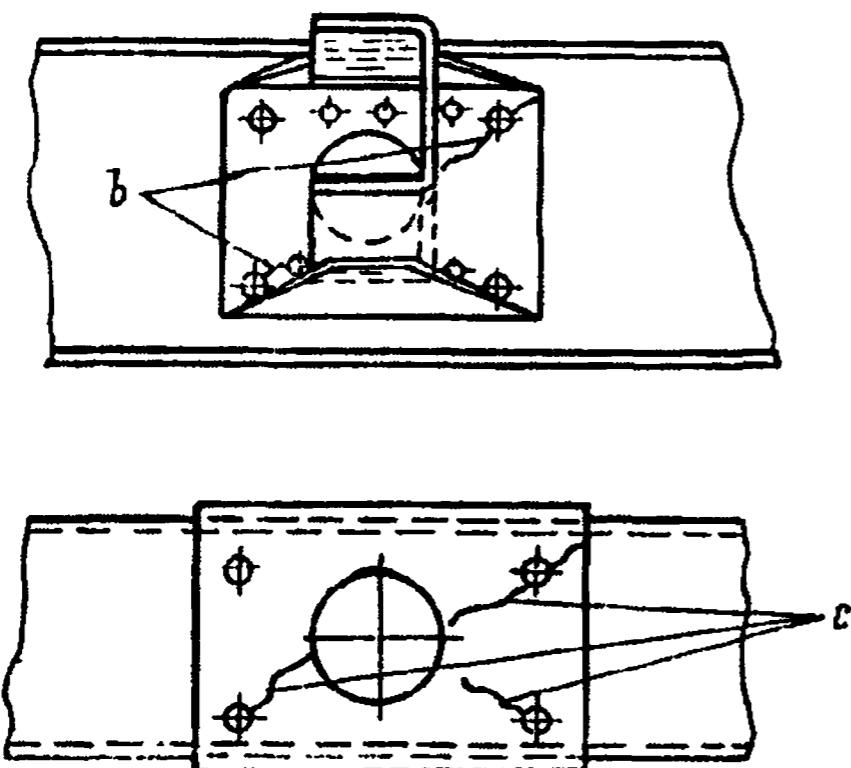

Рис. 366. Расположение возможных трещин на лонжеронах рамы:
- Трещины в лонжеронах по отверстиям для заклепок крепления кронштейнов задней опоры двигателя (рис. 366, а).
- Трещины по отверстиям для заклепок крепления к лонжерону кронштейна поперечины № 3 (рис. 366, б).
- Трещины задней поперечины по отверстиям для болтов крепления тягово-цепного устройства (рис. 366, с).